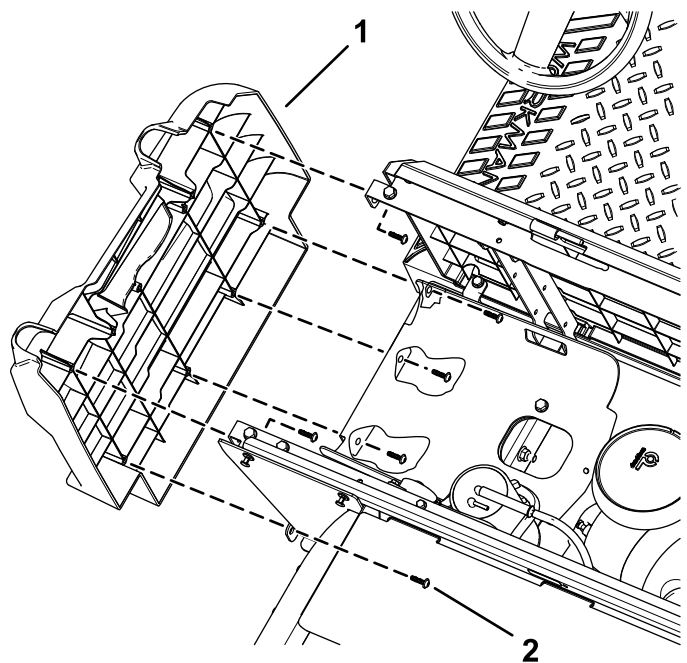

图9
- 使用 T30 套筒扳手从左侧板上卸下 6 个梅花头螺丝 M6.0 x 22mm 然后取下左侧板图9。